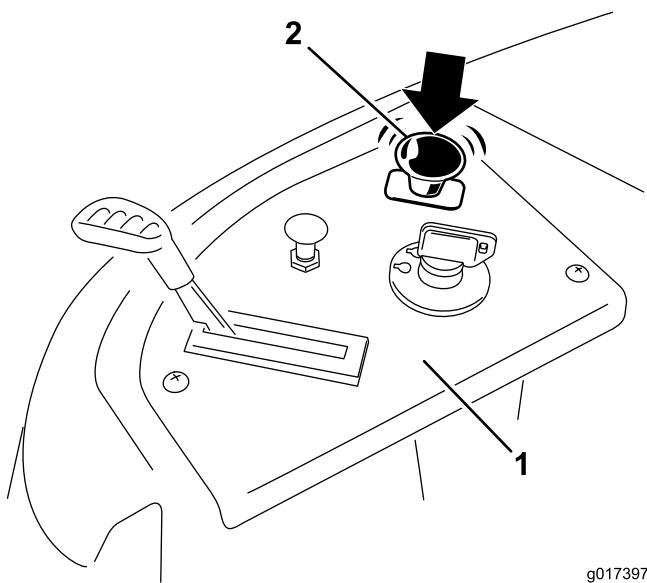

Figura 17
Empurre o interruptor de controlo da lâmina para o mover para posição Off (desligado) e desengatar as lâminas (Figura 17).
1. Desengate as lâminas movendo o interruptor de controlo da lâmina para Off (Figura 17).